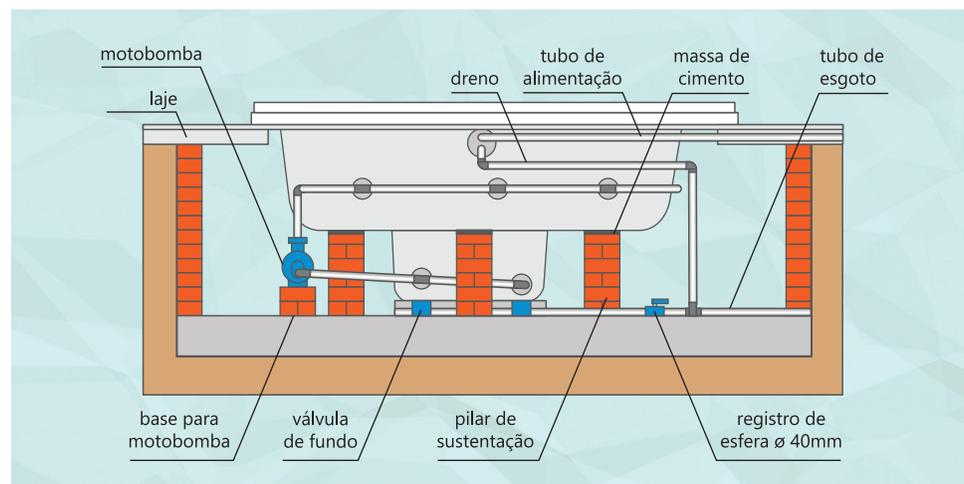

Figura 4 – instalação da SPA em base de alvenaria
- B) Faça o preparo da instalação da tubulação de saída conforme item 2.6 - Instalação Hidráulica.
- C) A SPA deve ser assentada sobre massa de cimento e areia, tirando os pontos de nível nas extremidades, e devem ser construídos pilares de sustentação embaixo de cada assento. Cada pilar deve ter uma área de no mínimo 20 x 20 cm (**figura 4**).
**Dos itens mostrados na figura 4, a SPA contém apenas a válvula de saída."**